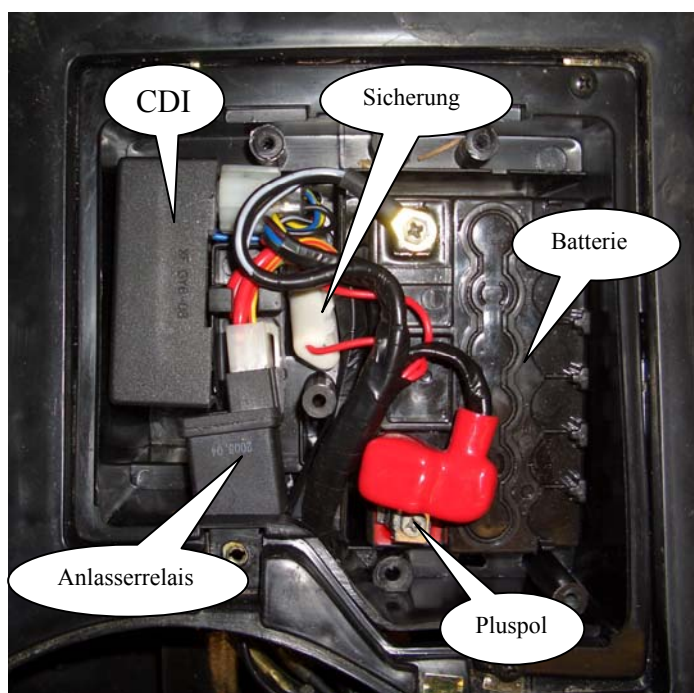
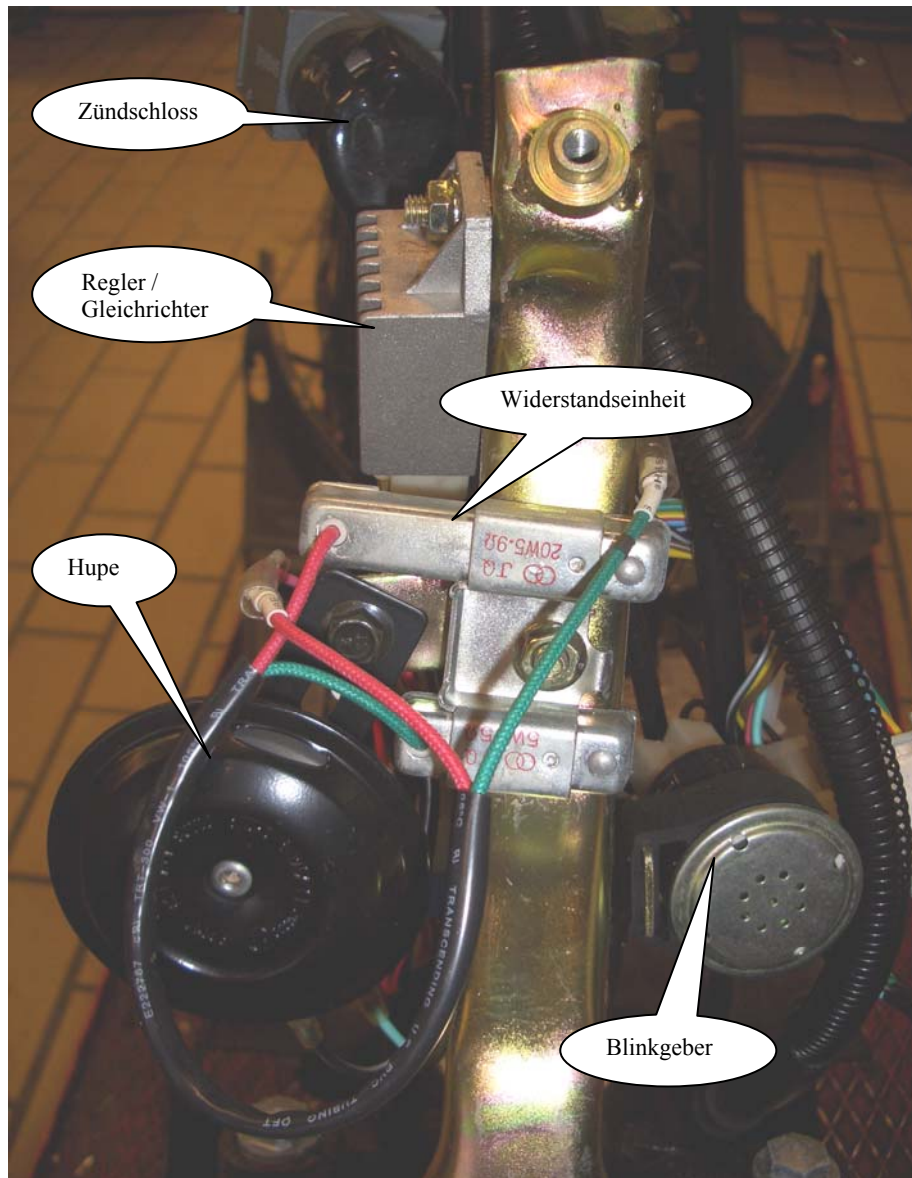
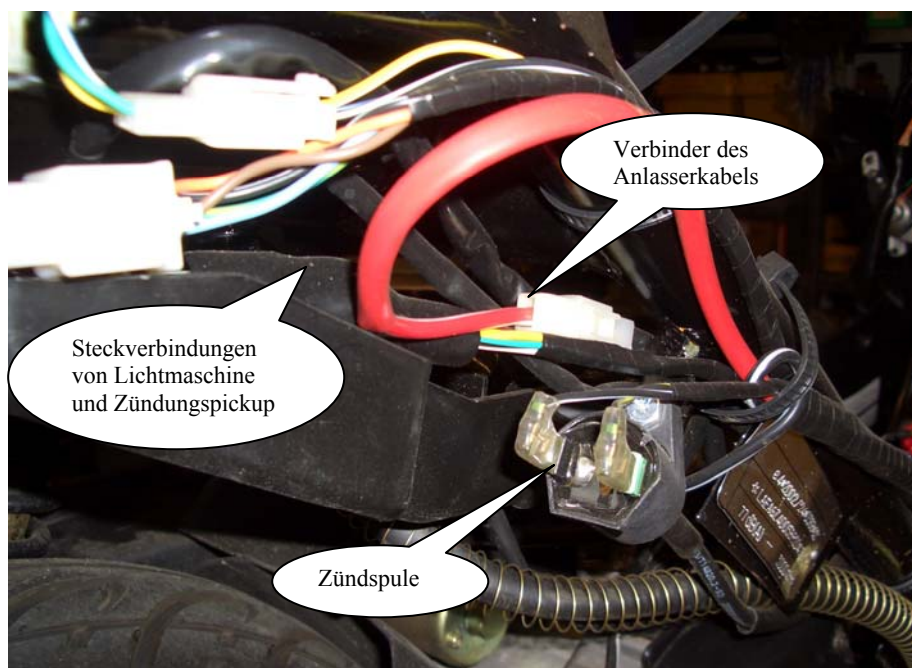

Abb.1
Abb.2
Abb.3
6. Prüfen Sie die Steckverbindungen. Die Lage der Verbinder und Bauteile entnehmen Sie Abb.1 (Batteriefach), Abb.2 (unter der Fronthaube) und Abb.3 (unter der rechten Seitenverkleidung)
7. Ziehen Sie den Stecker der Gleichrichter / Regler-Einheit ab. Trennen Sie die Steckverbinder zur Lichtmaschine. Messen und überprüfen Sie das gelbe und das weiße Kabel auf einen Masseschluss oder Kabelbruch. (Abb. 2)
8. Ziehen Sie den Stecker des Zündschalters ab. Überprüfen Sie den Schalter auf Beschädigungen und einwandfreien Kontakt. (Abb. 3)